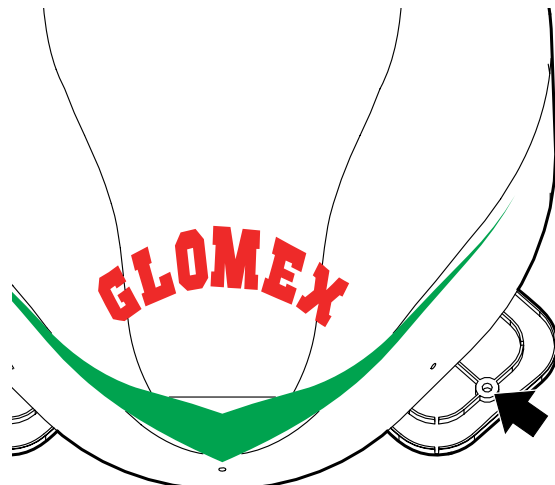

Fig. 9
6. **ZUSÄTZLICHE ARBEIT:** Die Platten mit einer 8 mm Bohrspitze durchbohren und die Antenne am Dach mit den geeigneten Durchgangsschrauben befestigen (**Fig. 9**).